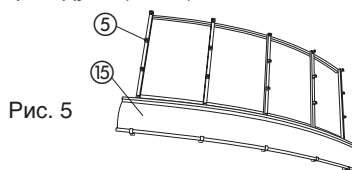

Рис. 5
- Pierwszy panel ⑮ stroną z większą faldą wkładamy pod kłamry; mniejszą faldę zatrzaśkujemy na zatrzasku górnym ⑤. Panel zatrzaśkujemy na każdej łącie, przez co formujemy przekrycie w formie łuku, (Rys. 5).